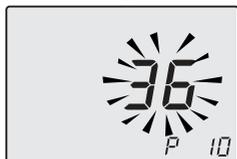

Figura 5.54
- Utilizando los botones 18 o 19 se puede modificar el valor del parámetro 10 desde **00=0s** hasta **100=510s** (cada aumento o reducción de una unidad en el display equivale a 5 segundos). Ej.: 36=180 segundos. En el display se alternan los mensajes **P10 - SEt** (Figura 5.54).